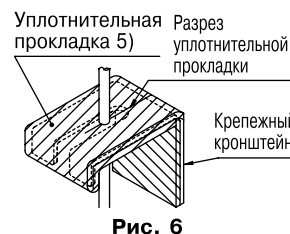

Рис. 6
- (5) Заизолируйте четыре подвесных кронштейна с помощью уплотнительной прокладки. (аксессуар 5)) Заизолируйте подвесные кронштейны, чтобы поверхность и края подвесных кронштейнов не было видно. (См. рис. 6)